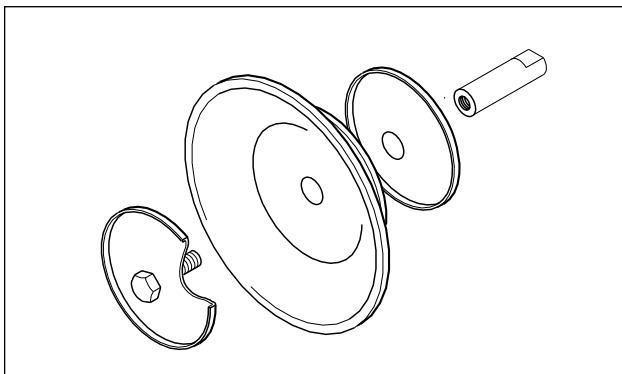

Fig. 13: Montaje de diafragmas con disco interior y exterior
- Las bombas DL 40, 50 y 80 con diafragmas de PTFE tienen pistones interiores gruesos para reducir y reubicar la carrera. Si los diafragmas de PTFE se instalan con posterioridad, hay que utilizar también los pistones correspondientes (Fig.13).